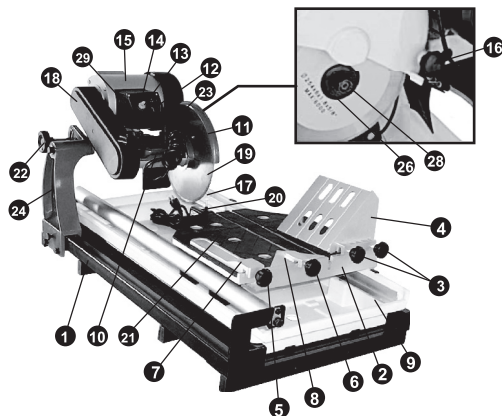
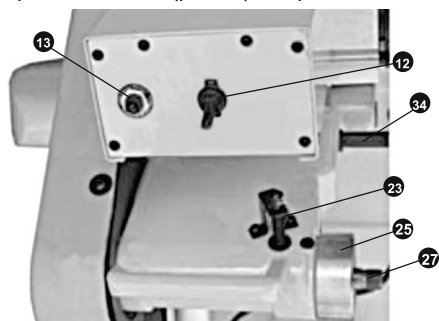
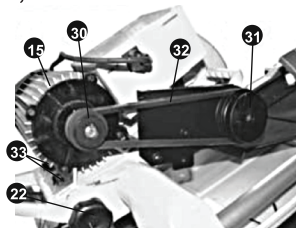

рис. 1
рис. 2
рис. 3
1.3 Транспортировка плиткореза должна производиться в закрытых транспортных средствах в соответствии с правилами перевозки грузов, действующих на транспорте данного вида. При транспортировке - положение электродвигателя фиксируется винтом 11 (рис. 1).
Общий вид плиткореза схематично представлен на рис. 1:
7.2 На консоли 24 (рис. 1) установить и закрепить винтом 22 (рис. 1) двига-
тель 34 (рис. 2).
7.3 На посадочное место (шпилька) двигателя 34 (рис. 2) установить и винтом крепления 16 (рис. 1) закрепить защитный кожух 11 (рис. 1).
установить рабочий стол 21 (рис. 1).
7.6 В зависимости от предполагаемой операции, установить и винтами крепления 3,5,6 (рис. 1) зафиксировать: наклонный стол 4 (рис. 1), угловой упор 8 (рис. 1) или направляющий упор 7 (рис. 1).
7.7 Вилку питания насоса вставить в розетку электрощитка 29 (рис. 1). Шланг насоса вставить в специальную ответную часть насоса.
7.8 Насос 20 (рис. 1) надёжно закрепить на корпусе поддона. Насос, электропровод питания и шланг не должны мешать перемещению рабочего стола.
- Отверните два крепёжных винта защитного кожуха 18 (рис. 1) и снимите кожух;
- Для регулировки натяжения ремня привода 32 (рис. 3) ослабьте гайки крепления 33 (рис. 3) электродвигателя, переместите его в сторону натяжения или
ослабления натяжения ремня и, удерживая электродвигатель, гайками 33 (рис. 3) зафиксируйте его положение. Чрезмерное натяжение ремня привода может привести к его преждевременному износу, а недостаточное натяжение к проскальзыванию при нагрузке на шкивах 30,31 (рис. 1);
- Установите и закрепите защитный кожух 18 (рис. 1).
- Отключите плиткорез (извлеките вилку шнура питания из питающей розетки), ослабьте фиксацию винта 22 (рис. 1) и переместите блок двигателя в выбранное положение, затем, зафиксируйте винтом 22 (рис. 1).
9.1.2 С помощью плиткореза можно произвести разрез заготовки под углом 90° или снятие фаски под углом 45° к её плоскости с применением наклонного стола 4 (рис. 1), резания в размер по направляющему упору 7 (рис. 1), резания в размер под углом 45° с использованием углового упора 8 (рис. 1).
9.1.3 Перед включением убедитесь, что алмазному диску 19 (рис. 1) ничего не мешает и он имеет свободное вращение. Начинать разрез заготовки следует после того, как диск наберёт максимальную скорость вращения.
9.1.5 Для удобства оператора направляющий упор 7 (рис. 1) и угловой упор 8 (рис. 1) возможно устанавливать с левой или с правой стороны отрезного диска.